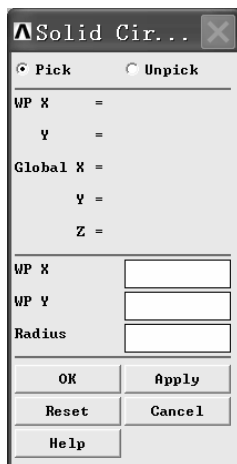
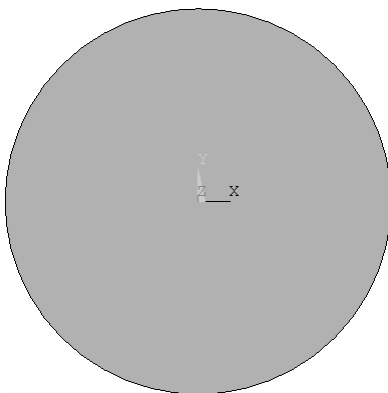

图 2-54 “Solid Cir...” 窗口
图 2-55 生成圆
(1) 依次选择 **Main Menu>Preprocessor>Modeling>Create>Areas>Circle>Solid Circle**，弹出“Solid Cir...”窗口（见图 2-54）。在“Radius”后的方框中输入“1”，再单击“OK”按钮生成一个圆（见图 2-55）。